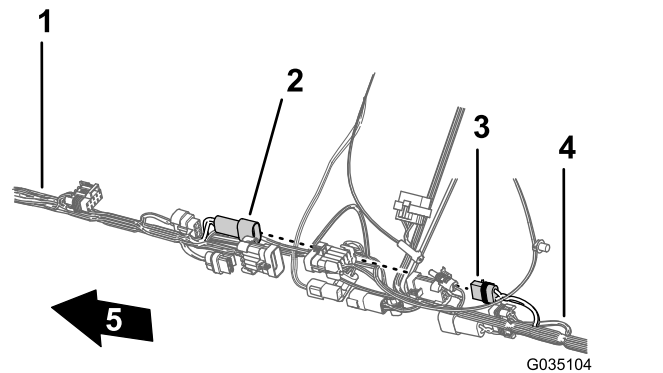

Figura 90
- Ligue o conector de 2 pinos da cablagem dianteira para a alimentação do cilindro de tubagem no conector de 2 tomadas da cablagem traseira para a alimentação do cilindro de tubagem (Figura 90).